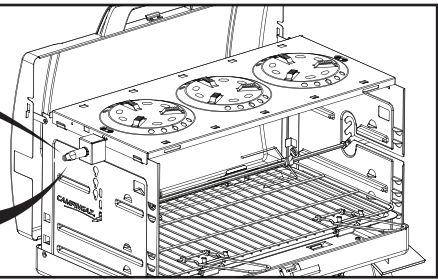

FIG. 12
9. Wenn Sie einen Rost zum Grillen verwenden, montieren Sie den Rost an der Fettauffangschale (Abb. 12). Die Fettauffangschale dient auch als Reflexionsfläche, um die Hitzewirkung aufrecht zu erhalten. Zum Zusammenbauen (Abb. 12) führen Sie die Laschen der Fettauffangschale in die Öffnungen am Rand des Rostes ein (A), drücken Sie den Rost gegen die Laschen der Fettauffangschale (B) und befestigen Sie das andere Ende des Rostes in den Klemmen der Fettauffangschale (C). Klappen Sie die Griffe nach außen (D) und lassen Sie die Griffe in den Klemmen einrasten.